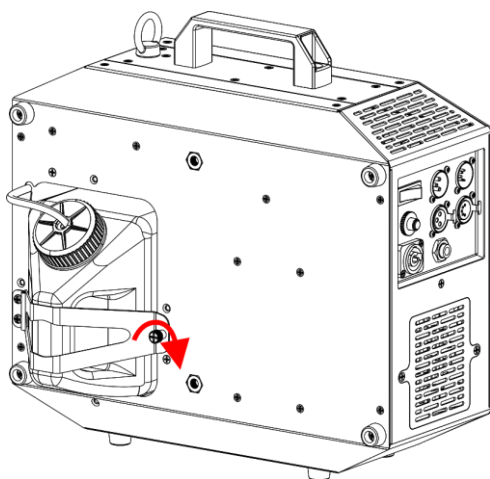

Fig. 24
- 19) Serrez la vis de sécurité du **support du réservoir (04)**, comme indiqué sur la Fig. 24.